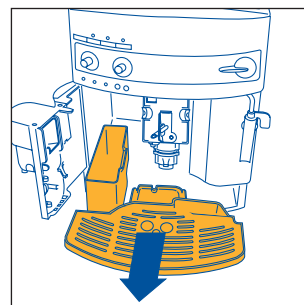

Fig. 16
For at foretage rengøringen luk servicelågen, der findes på forsiden, op (ved at trække i håndtaget, fig. 15); kontrollampen ☹ tændes og blinker (jvf. par. 12 punkt 9); træk dråbeopsamlingsbakken ud (fig. 16) tøm den og rens den. Udtøm og rens kaffegrumsbeholderen omhyggeligt idet du sørger for at fjerne alle eventuelle aflejringer på bunden. Tør også eventuelle kondensdråber op, der har lagret sig inden i maskinen, under dråbeopsamlingsbakken. **VIGTIGT:** når man trækker dråbeopsamlingsbakken ud SKAL man altid tømme kaffegrumsbeholderen, selv om den ikke er fyldt helt op. Hvis denne operation ikke foretages, kan det ske at kaffegrumsbeholderen under de følgende brygninger fyldes for meget op og maskinen derfor tilstoppes af grums.
- træk dråbeopsamlingsbakken og kaffegrumsbeholderen ud (fig. 16) og vask dem;